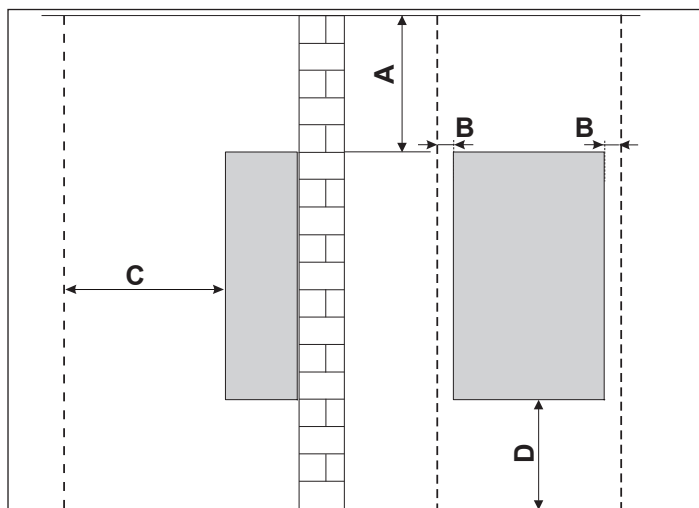

Figure 5 - Distances minimales
**REMARQUE :** Si vous ne respectez pas les distances minimales indiquées dans la Figure 5 et dans le Tableau 5, il peut être impossible d'intervenir sur la chaudière sans la retirer de l'espace où elle est installée.